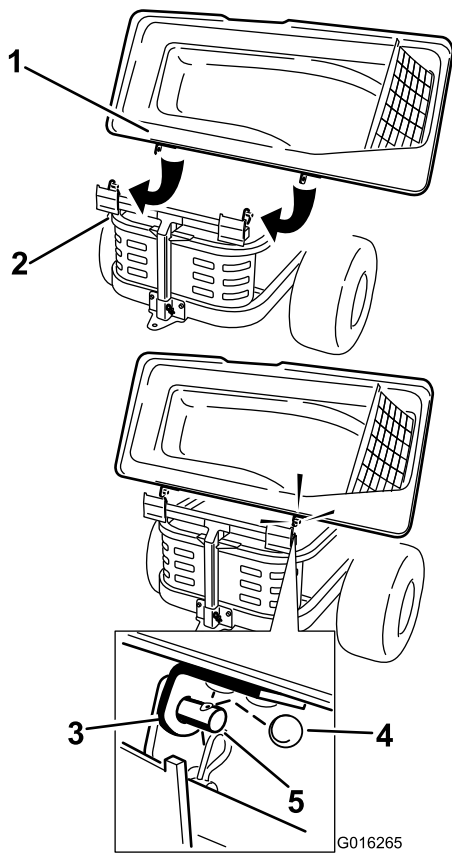

Figura 20
2. Coloque los soportes sobre las clavijas del bastidor del ensacador, e instale la chaveta circular en el taladro de la clavija derecha (Figura 20).